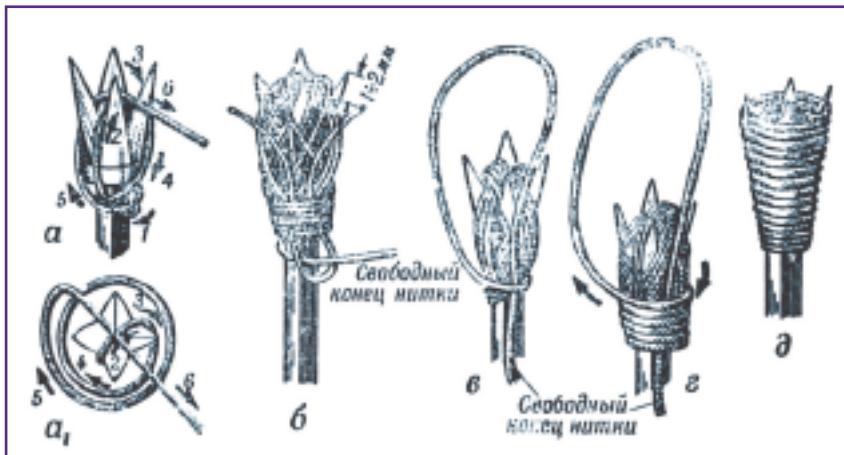

Рис. 27. Крепление наконечника к клинку
1. Около пуговки узлом или петлей укрепляется нитка (рис. 27 а).
2. Нитка перекидывается через наконечник и обертыивается полтора раза за пуговкой клинка (рис. 27 а1).
3. Нитка перекидывается через наконечник в направлении, перпендикулярном направлению ее первого попечного витка (см. рис. 27 а).
5. Свободный конец нитки закрепляется. Из нитки делается петля, и затем нитка обертыивается несколько раз вокруг наконечника по петле, заматывая ее (рис. 27 б). Свободный конец нитки пропускается сквозь петлю, после чего петля продергивается вместе с концом нитки и закрепленная тремя-четырьмя оборотами ее не разматывается.
2. Клинок ставится вертикально наконечником вверх, а из наматываемой нитки делается большая петля, которая держится правой рукой. Свободный конец нитки опущен вдоль клинка (рис. 27 в).
3. Левой рукой клинок вращается против часовой стрелки, если смотреть на наконечник сверху, а правой — петля придерживается так, чтобы нитка обматывала клинок и наконечник снизу вверх, виток к витку, закрывая предварительно перекинутые через наконечник витки и свободный конец нитки (рис. 27 г).
4. Когда витки нитки обматывают весь наконечник, оставив открытыми только зубцы длиной 1-2 мм, свободный конец нитки берется правой рукой (наконечник придерживается левой) и выдергивается, затягивая и укрепляя верхний виток (рис. 27 д). Лишний конец нитки срезается.